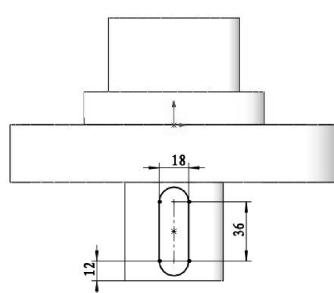

图 3-26 绘制键槽草图
- 单击【拉伸切除】按钮，以右视基准面作为草绘平面，绘制如图 3-26 所示的草图。